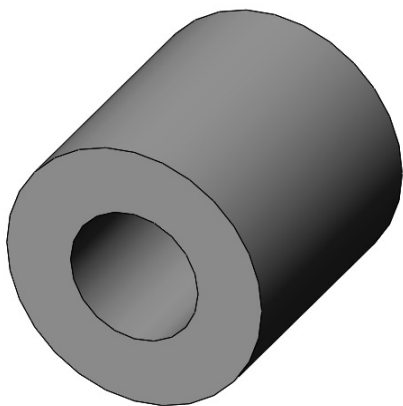

图 5-4 修改特征后的零件实体模型
- [5] 单击鼠标左键,修改特征后的零件实体模型如图 5-4 所示。